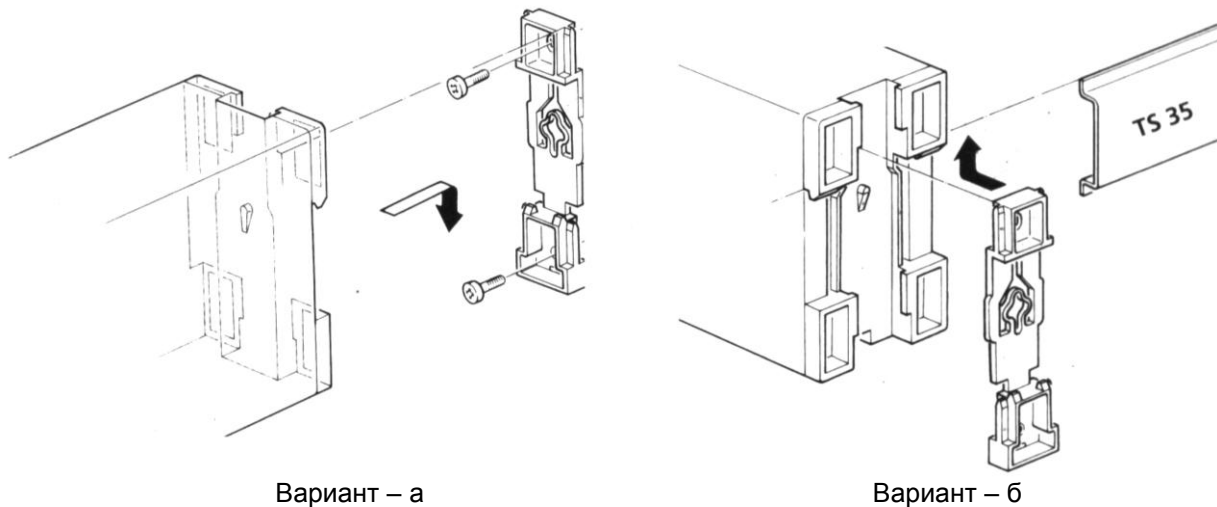

Рисунок 4.1 – Схема вариантов крепления блока на щите
4.2.1 Распакуйте преобразователь. Установите и закрепите преобразователь на рабочем месте путем прикладывания задней стенкой преобразователя к DIN-рельсу по варианту б) или на плоскость по варианту а) рисунок 4.1.